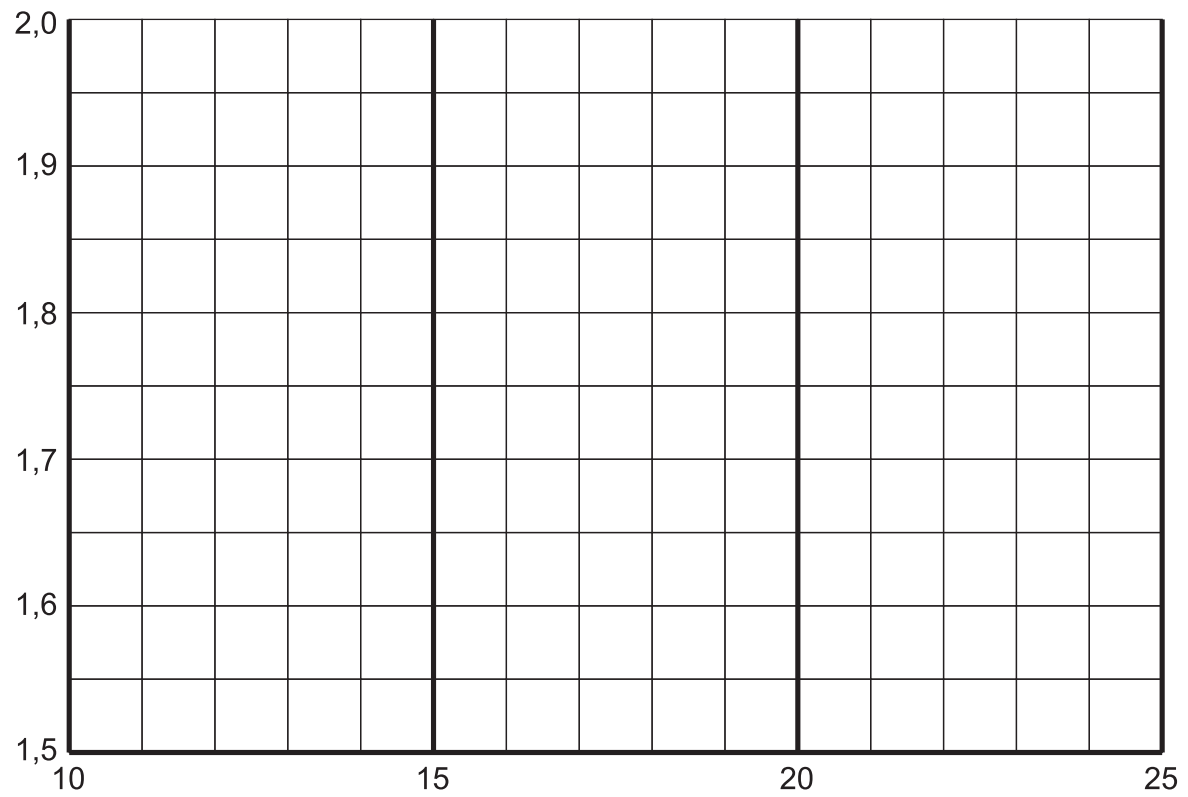

Abbildung 3.2: *Proctordiagramm*
- 3.1 Werten Sie den Proctorversuch (mit Darstellung der Proctorkurve in der Abbildung 3.2) aus und geben Sie den optimalen Einbauwassergehalt an.